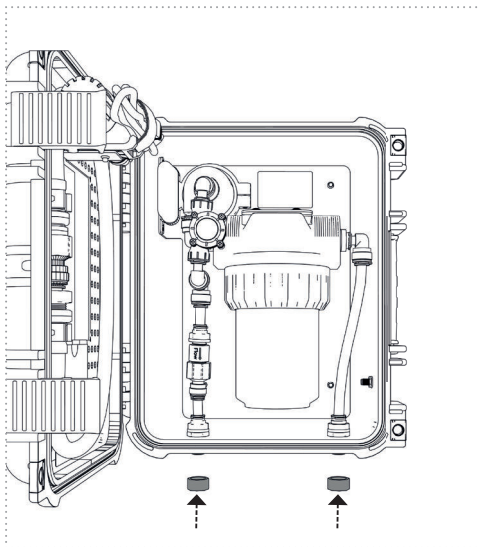

Figure 33
2. Vissez les bouchons de fermeture et posez la valise à la verticale sur un support (Fig. 33)